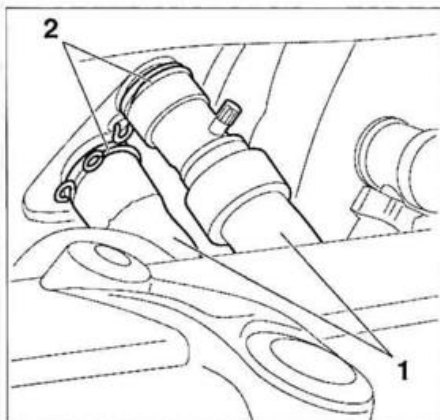

FIG. 21
- Colocar unas pinzas en los manguitos (1) de refrigeración motor, a la entrada de la caja de calefacción, a la altura del salpicadero en el compartimento motor (fig. 21).
- Desmontar los clips de sujeción (2) y desconectar los manguitos (1) del radiador de calefacción.